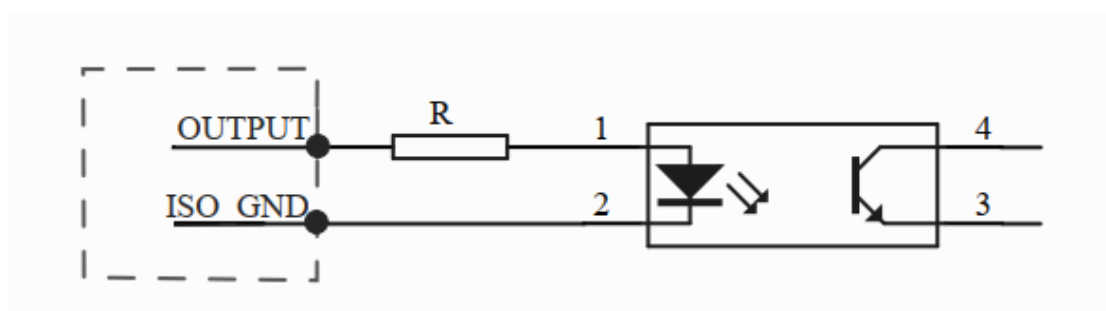

图 2.10 输出信号与光耦接线推荐方案
(3) 输出信号与光耦接线推荐方案如图 2.10，虚框内为控制卡部分。